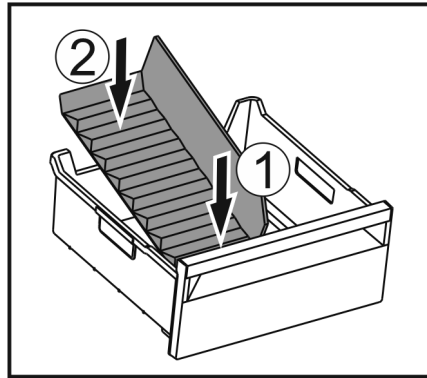

Fig. 100
- Aseta jäälaatikon jakajan etuosa paikalleen. Fig. 100 (1)
- Laske jäälaatikon jakajan takaosa vetolaatikon pohjalle saakka. Fig. 100 (2)